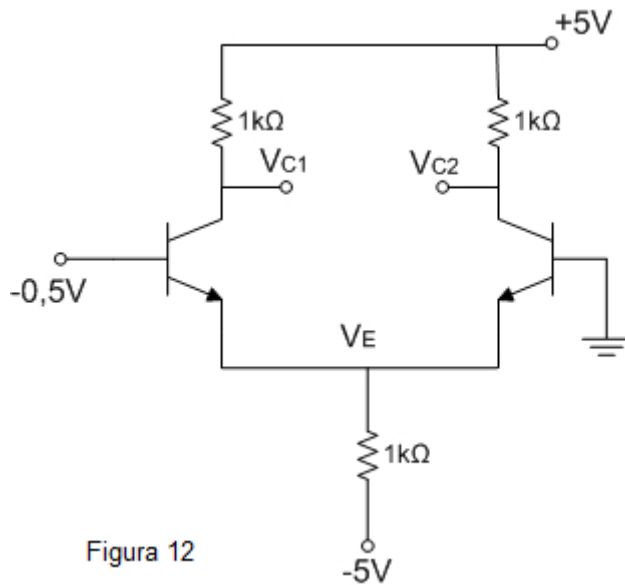

Figura 12
13. Observe a figura 12.
Considerando a tensão entre a base e o emissor dos transistores igual a 0,7 V, quando conduzindo, e  $\alpha = 1$ , os valores das tensões  $V_{C1}$ ,  $V_{C2}$  e  $V_E$  no circuito da figura 12 são, respectivamente,